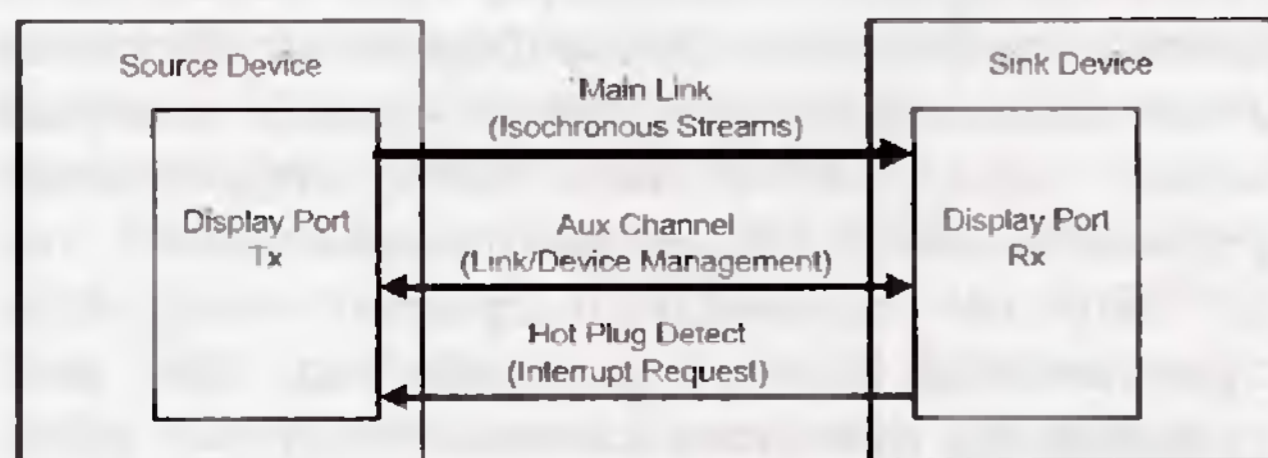

Рис. 14. Display Port
**Display Port.** При поддержке ряда компаний ассоциация VESA разработала быстрый компактный интерфейс, названный DisplayPort. Новый интерфейс предусматривает объединение аудио-, видео- и управляющих данных в пакеты, подобные пакетам в сетях передачи данных. Каждый канал связи интерфейса рассчитан на одну, две или четыре линии передачи дифференциальных сигналов. При этом отдельной линии передачи тактового сигнала нет (см. рис. 14). Тактовый сигнал включен в поток данных с 8B/10B кодированием. Это облегчает синхронизацию данных, поскольку на высоких частотах отдельно передаваемых данных и сигналов синхронизации возникают фазовые смещения, которые зависят от типа и длины интерфейсного кабеля.